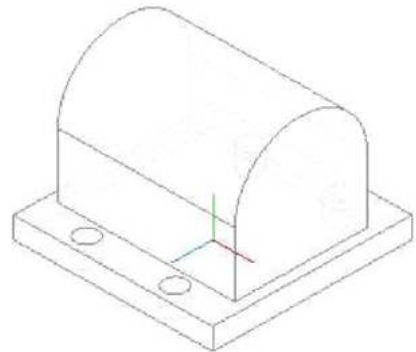

Рис. 7.27
4) Применяем к полученному эскизу команду  **Приклеить выдавливанием**. **Направление выдавливания** - **Средняя плоскость**, **Расстояние** - **80** (рис. 7.27).